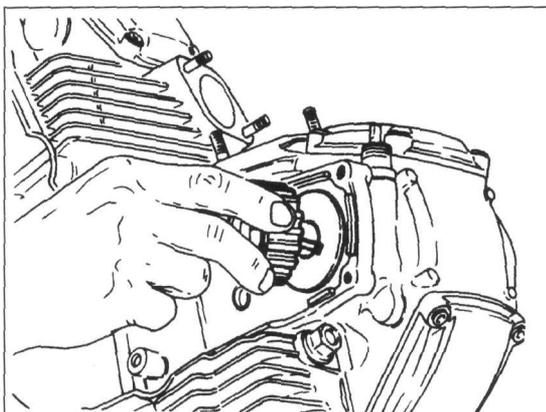

Bild 137
• Treibrad von Nockenwelle abnehmen (Bild 137). Auf Verbleib des Wellenkeils achten.